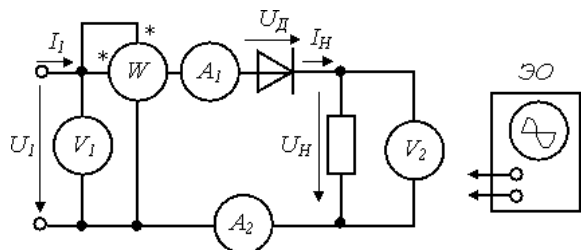

Рис. 16.1. Схема однофазного
1. Собрать схему (рис. 16.1). Для измерения напряжения  $U$ , тока  $I$  и активной мощности  $P$  источника использовать приборы электромагнитной системы, а напряжения  $U_{Нср}$  и тока  $I_{Нср}$  нагрузки - приборы магнитоэлектрической системы, реагирующие на средние значения величин. В качестве нагрузки использовать реостат с сопротивлением 100 Ом, а в качестве диода - один из вентилей трехфазной мостовой схемы.